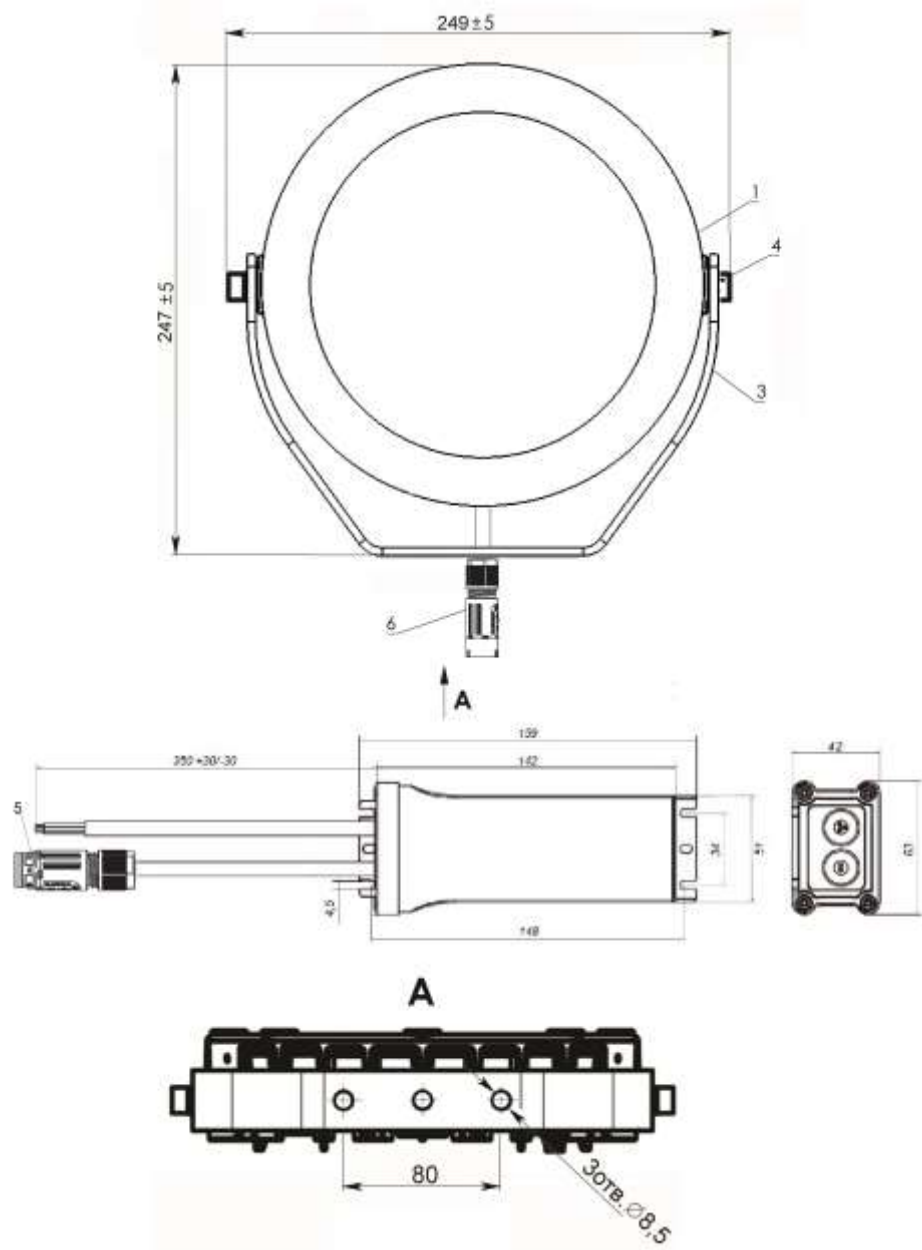

Рис.1
- 2.1. Прожекторы GALAD Аврора LED-28 MG (рис.1) со светодиодными модулями предназначены для архитектурного освещения зданий.
- 5.1. Установить оптическую часть прожектора (поз.1), закрепив скобу (поз.3) тремя болтами M8 (см. рис.1).